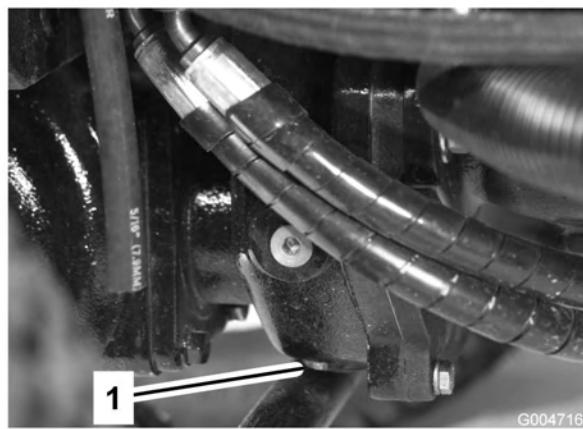

Figura 59
5. Pulite l'area circostante il tappo di spurgo sul fondo della scatola degli ingranaggi (Figura 59).